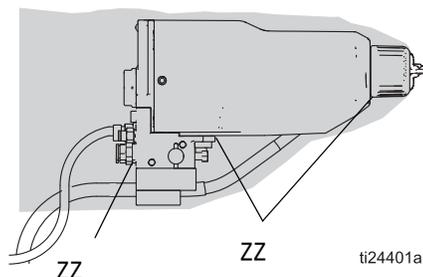

图 19. 检查是否有漏液
作业期间，定期检查喷枪保护罩 (ZZ) 的所有开口，看是否存在流体。参见图 19。这些区域的液体表明有液体泄漏到保护罩内，这可由液体管连接处的泄漏或液体密封泄漏引起。